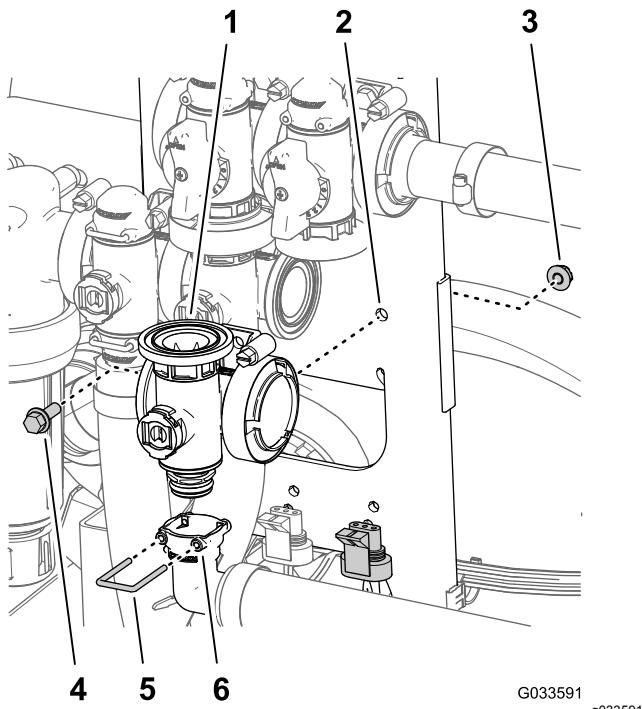

図 115
- 90°出口フィッティングのソケットを、マスターブームバルブ用のマニホールドの底部にあるカップリングのフィッティングに取り付ける 図 115。
6. 出口フィッティングのソケットにリテーナを入れて出口フィッティングのカップリングを固定する図 115。